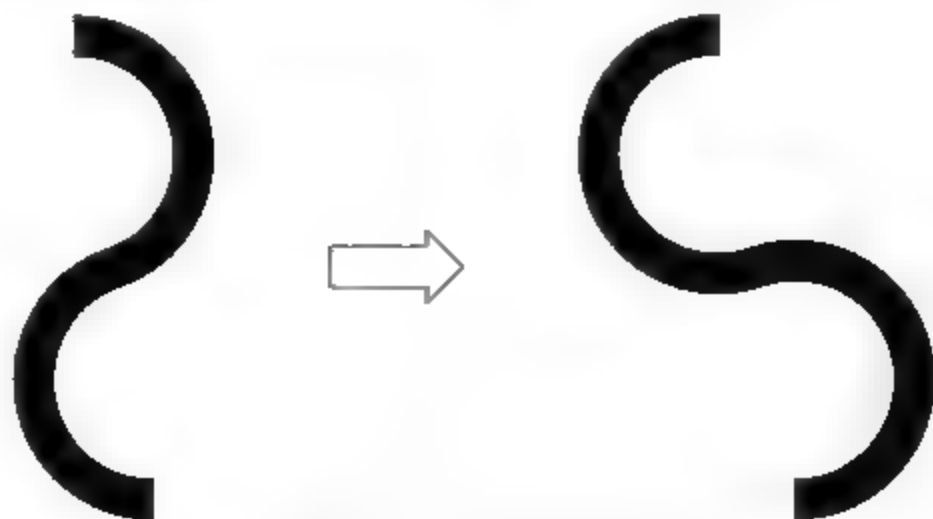

图3-25 反转方向
- 反转(R): 选择该选项, 反转多段线的方向, 如图3-25所示。